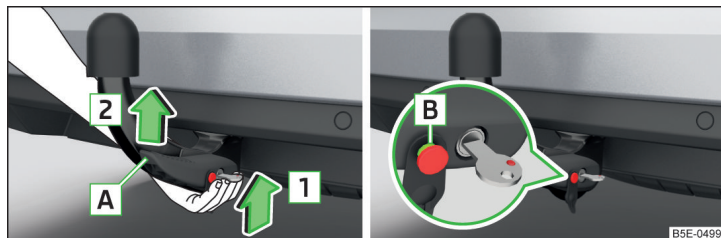

Fig. 274 Colocar barra de cabeza esférica / perno de desbloqueo en el estado desplegado
- Agarre la barra de cabeza esférica **desde abajo** » fig. 274 y encájela en la cavidad de alojamiento siguiendo el sentido de la flecha **[1]** hasta que se encastre de forma audible » **!**.